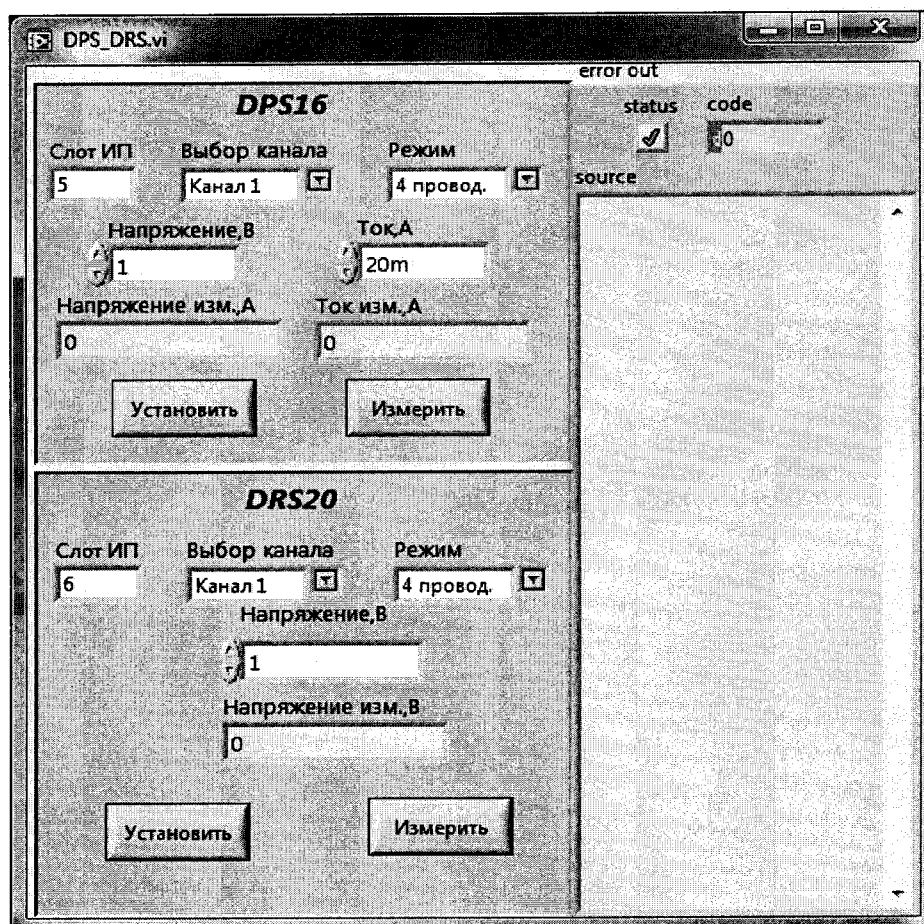

Рисунок 3
7.4.3.1.2 Запустить программу управления источником напряжения постоянного тока DPS_DRS.exe, в открывшемся окне в поле DRS20 задать значение напряжения, в поле «Режим» выбрать четырехпроводный (рисунок 3).
7.4.4.1.2 Запустить программу управления источником напряжения постоянного тока DPS_DRS.exe, в открывшемся окне в поле DPS16 задать Ток 150 мА, в поле “Режим” выбрать четырехпроводный (рисунок 3).